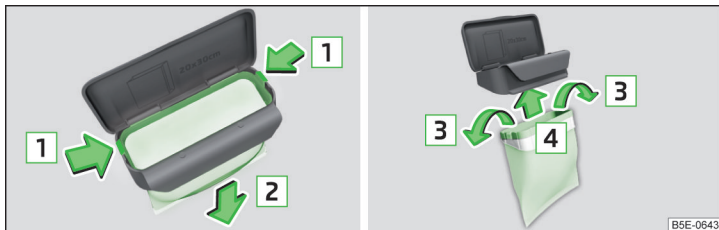

Abb. 87 Beutel ersetzen
- › Die beiden Rastnasen am Rahmen in Pfeilrichtung **1** abdrücken » Abb. 87.